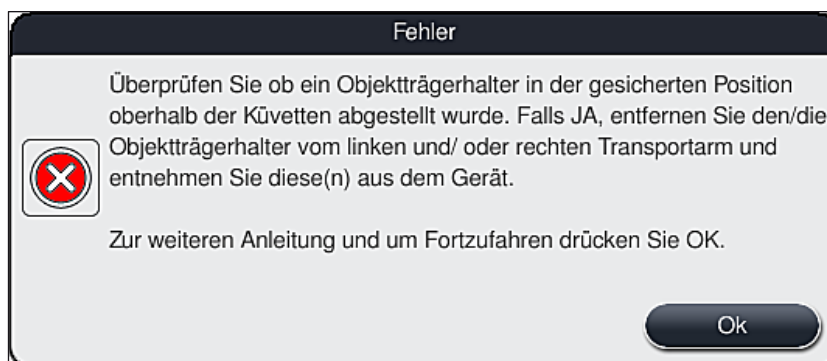
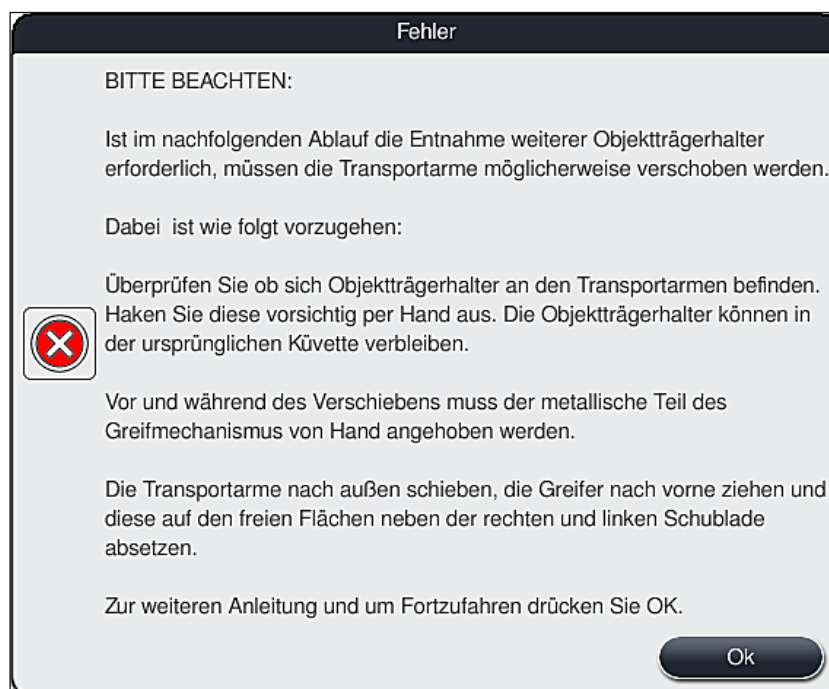

Abb. 106
Abb. 107
2. Anschließend an diese Meldung wird der Benutzer aufgefordert zu überprüfen (→ "Abb. 106"), ob das Gerät einen oder zwei Objektträgerhalter in eine sichere Position zwischen zwei Reagenzienküvetten abgestellt hat (→ "Abb. 102").
3. Durch Drücken der Taste **Ok** (→ "Abb. 106") erscheint eine weitere Meldung (→ "Abb. 107"), welche den Benutzer eine Anleitung über die richtige Vorgehensweise gibt, wie die betreffenden Objektträgerhalter zu entfernen sind.